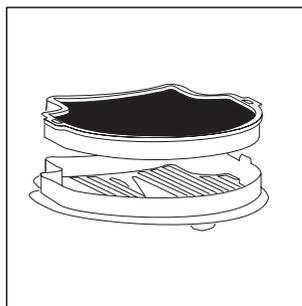

Fig. 20
- Retire o filtro posterior (fig. 20).